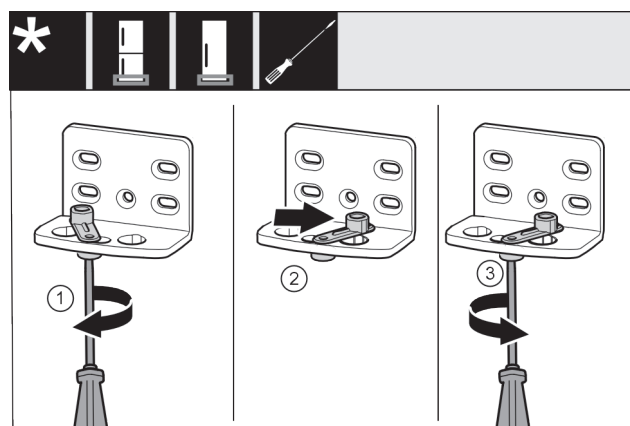

Fig. 46 *
- ▶ Отпустите винт Fig. 46 (1) отверткой.*
- ▶ Приподнимите фиксатор двери Fig. 46 (2) и, повернув на 90° вправо, вставьте в отверстие.*
- ▶ Затяните винт Fig. 46 (3) отверткой.*